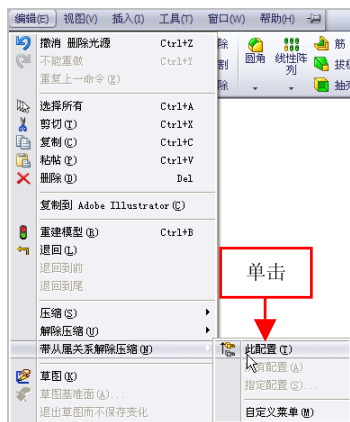

图 8-30 单击【此配置】命令
(3) 在菜单栏中, 单击【编辑】|【带从属关系解除压缩】|【此配置】命令, 如图 8-30 所示。